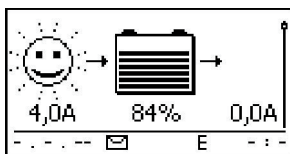
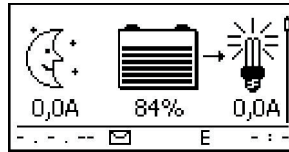

Abb. 14 Display nach dem Anschließen des Solarmoduls bei Sonnenschein (ggf. verzögert)
Abb. 15 Display nach dem Anschließen des Solarmoduls ohne Sonnenschein
3. Abdeckung vom Solarmodul entfernen und – falls vorhanden – DC-Lasttrennschalter einschalten. Auf dem Display erscheint Abb. 14 oder Abb. 15.
4. Wird Abb. 14/Abb. 15 nicht angezeigt, Installation prüfen und bei Bedarf den Fehler anhand Abschnitt 15 beheben.